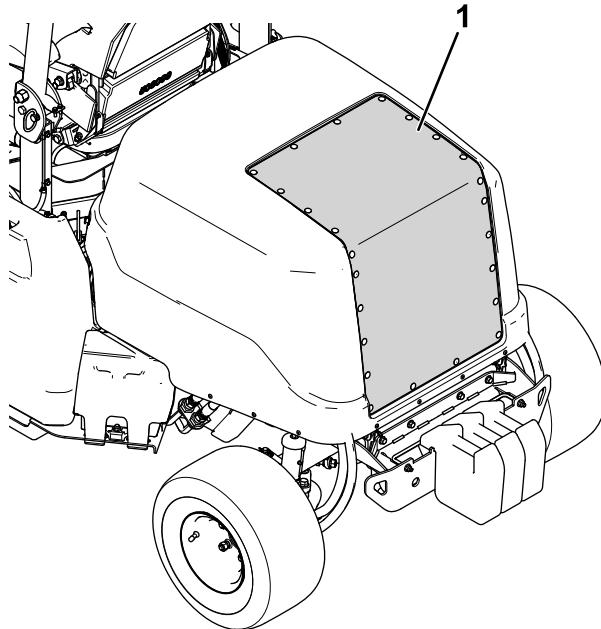

Рисунок 73
2. Используйте сжатый воздух для очистки сетчатого фильтра на капоте (показанного на Рисунок 73). Направляйте воздух от машины.